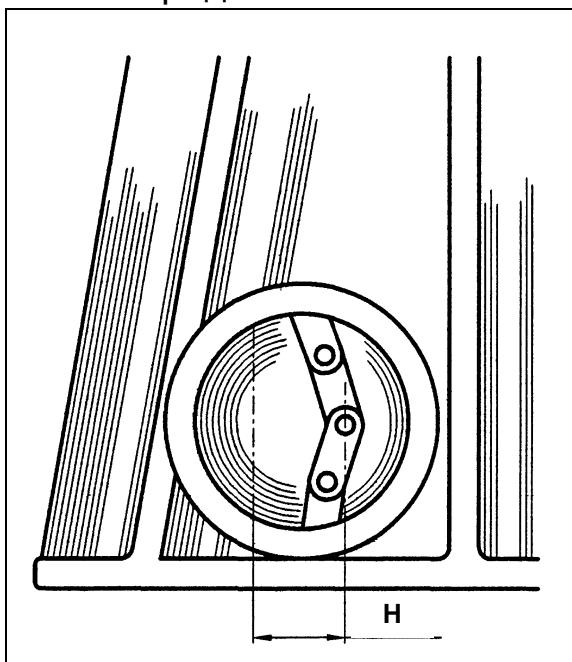

Рисунок 27 – Регулировка натяжения цепи коробки реверса
- разворотом диска ведомого шкива против часовой стрелки до упора натяните цепь, разворотом диска по часовой стрелке – расслабьте. Разность указанных положений цепи  $H$  (рисунок 27) должна составлять 1...7 мм;
- разворотом диска ведомого шкива против часовой стрелки до упора натяните цепь, разворотом диска по часовой стрелке – расслабьте. Разность указанных положений цепи  $H$  (рисунок 27) должна составлять 0...10 мм; Натяжение цепи можно проверить по люфту ведомого шкива вариатора. Включите передачу «вперед». Замеренный по наружному диаметру ведомого шкива люфт должен составлять 0...55 мм.
- установить рычаг переключения коробки реверса в положении "вперед" и выполнить проверку натяжения цепи путем контроля разности ее люфта Н (рисунок 27) при приложении горизонтального усилия как было указано выше;